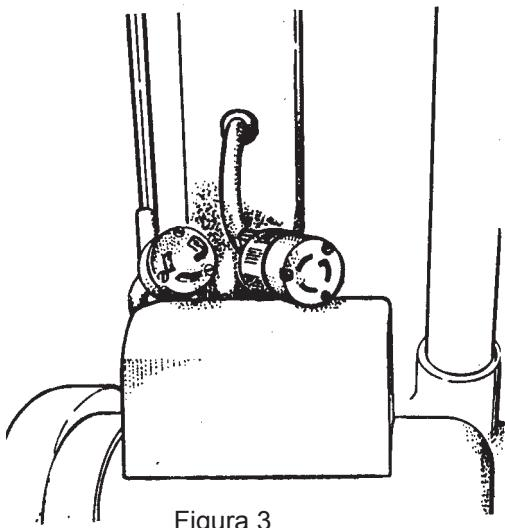

Figura 3
3. Tuerza y retire del motor el cable flexible de la manija. Consulte la figura 3.